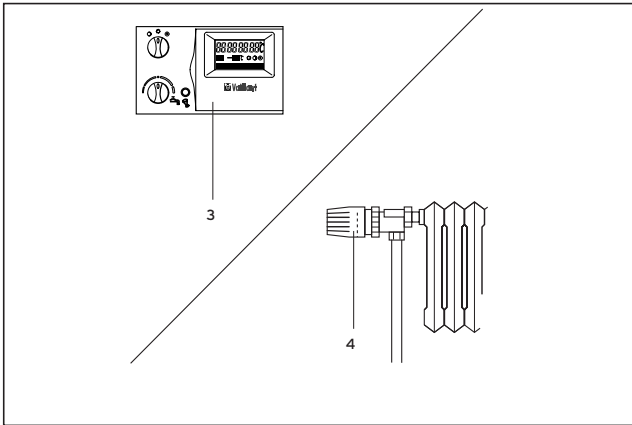

Fig. 3.8 Impostazione della centralina di regolazione della temperatura ambiente/in funzione delle condizioni atmosferiche
3.4.2 Impostazione della centralina di regolazione della temperatura ambiente o della centralina di regolazione in funzione delle condizioni atmosferiche (fig. 3.8)